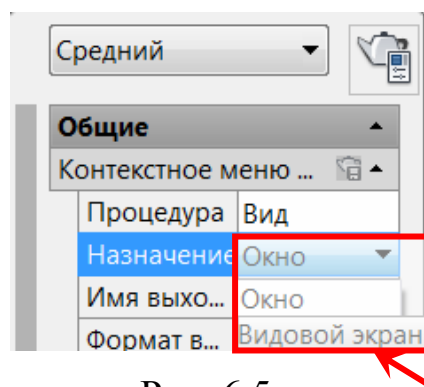

Рис. 6.5
10. В окне «Дополнительные параметры визуализации» в поле **Назначение** выбрать из списка **Видовой экран** (рис. 6.5).
19. В окне «Дополнительные параметры визуализации» в поле **Назначение** выбрать из списка **Окно** (рис. 6.5).